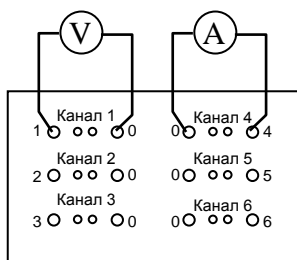

Рисунок 3. Пример подключения однофазного вольтметра и амперметра.
6.6. На рис. 3 показана схема подключения одновременно однофазного вольтметра и амперметра. При этом в программе по каналу 1 тип регулируемого параметра должен быть выставлен в напряжение, а по каналу 4 в ток. Задание действующего значения на всех каналах, кроме первого и четвертого, должно быть выставлено в 0.